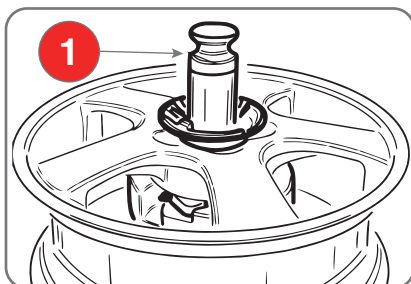

Fig. 6.11
- Impugnare la maniglia di centraggio (1 - Fig.6.11) ed adattando manualmente la ruota inserire l'asta dentata nel suo foro centrale (Fig.6.11).